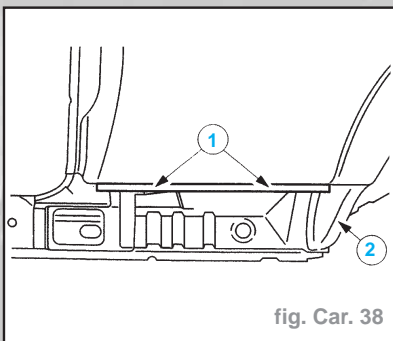

fig. Car. 38
- Préparer les pièces de carrosserie restées en place (fig. CAR 38) :
- Soyer le panneau latéral inférieur (1).
- Appliquer du produit de protection avant de poser le bas de caisse (2).